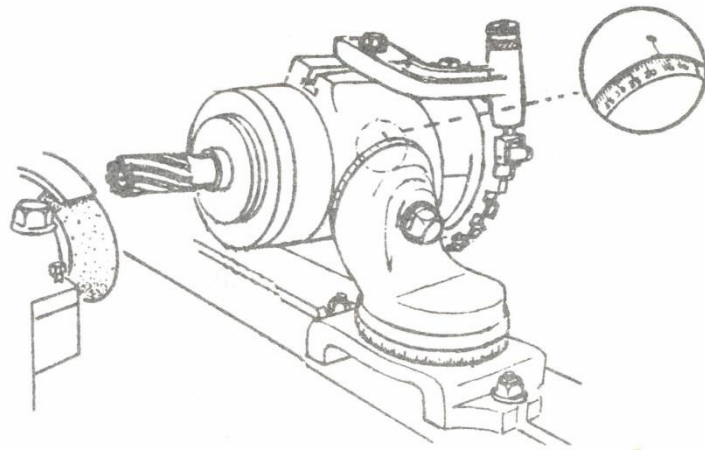

Fig. 52
- e. Incline el cabezal porta pieza hacia arriba de su plano vertical, en el ángulo de incidencia indicado (Fig. 52).